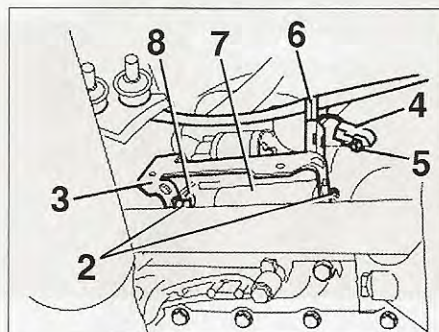

FIG. 15
- los dos tornillos de fijación (2) de la pinza (3) de la cápsula (fig. 15).